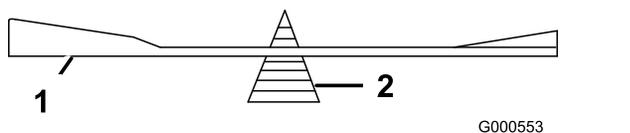

**Figura 71**
1. Affilate i taglienti da entrambe le estremità della lama con una lima (Figura 71).
**Nota:** Se la lama non è bilanciata, limate del metallo soltanto dalla costa (Figura 71).